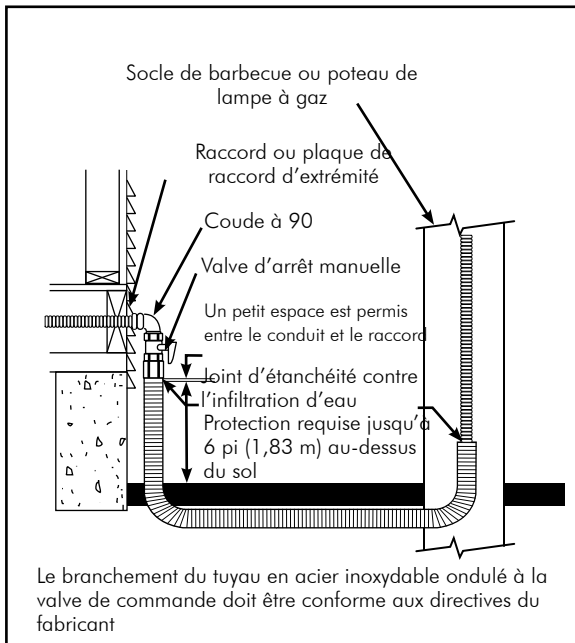

FIG. 4-26 Raccordement enterré dans le sol
- Les lampes à gaz installés dans la cour doivent être raccordées au système Diamondback comme le montre la FIG. 4-26. Tous les tuyaux Diamondback installés sous le sol doivent être protégés par un conduit non métallique. Les extrémités exposées doivent être scellées pour empêcher l'entrée d'eau.
FIG. 4-26 montre une installation souterraine ou dans le béton acceptable d'un tuyau en acier inoxydable ondulé.